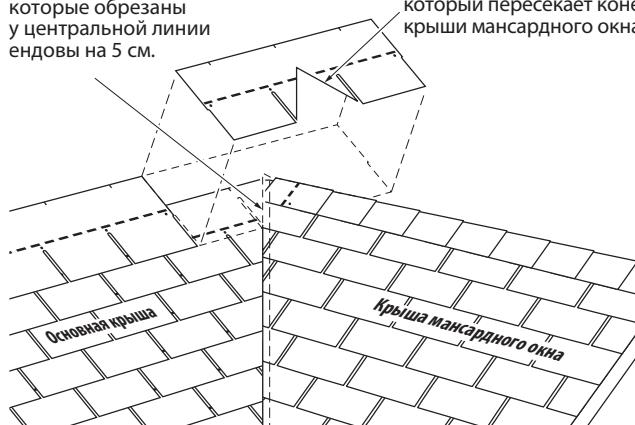

Рис. 9-9. Подгонка гонта с V-образным вырезом на конёк крыши мансардного окна.
3. Сделайте в первом гонте, который пересекает конёк крыши мансардного окна, V-образный вырез, в который будет входить этот конёк. Стороны выреза должны совпадать с вырезом гонтов на основной крыше, которые обрезаны у центральной линии ендовой. Сделайте этот вырез таким образом, чтобы он заходил на верхний нахлест гонта. Гонты с правой стороны мансардного окна следует укладывать таким образом, чтобы расположение рядов и их горизонтальное выравнивание соответствовало положению гонта с V-образным вырезом (Рис. 9-9).